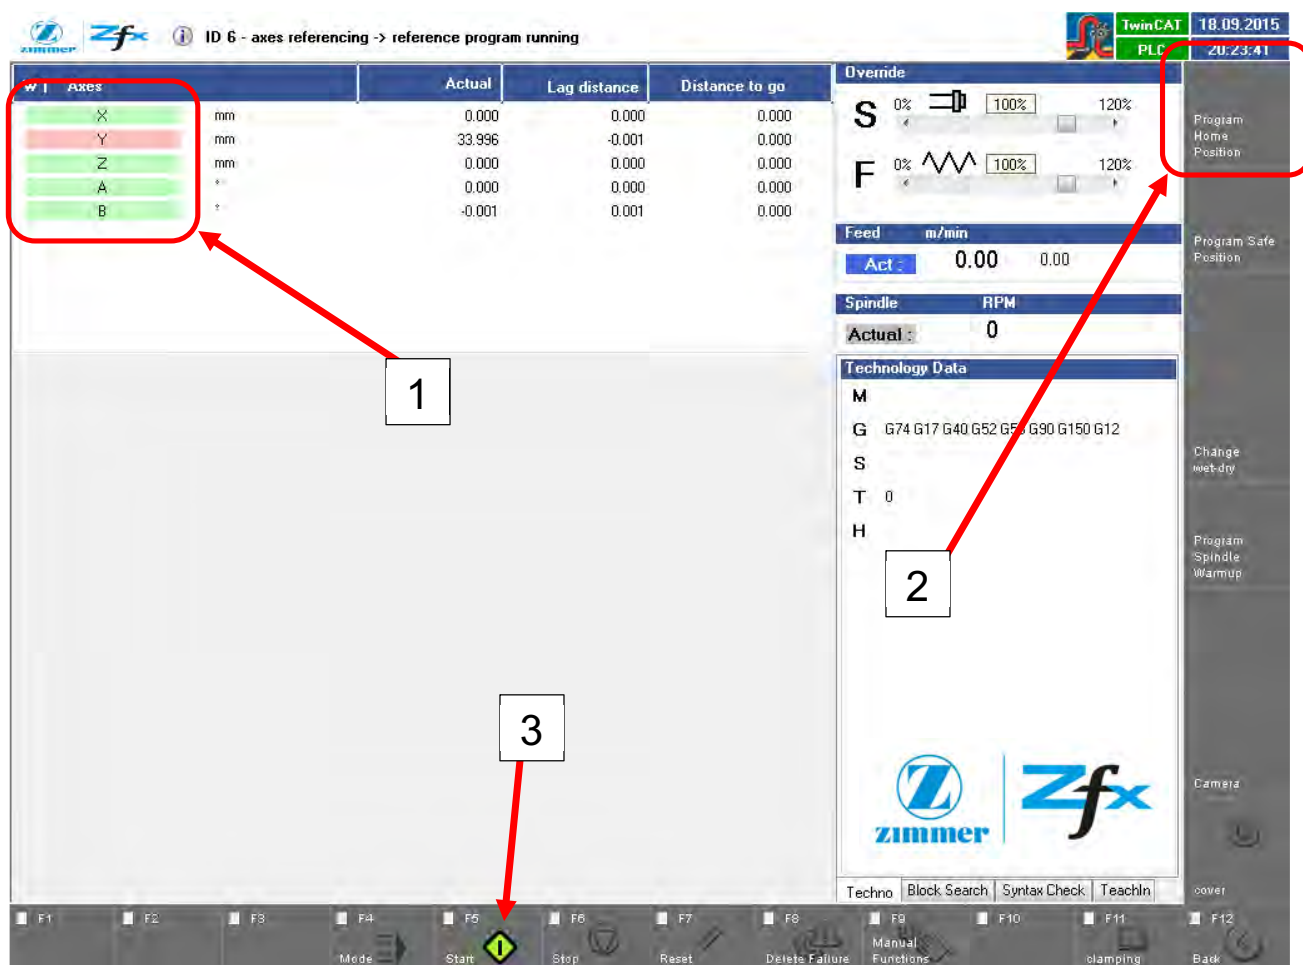

Imagen 15. Referencia de ejes
- 1.) Una vez que todos los ejes han cambiado de rojo a verde, la referenciación ha concluido (Imagen 15).